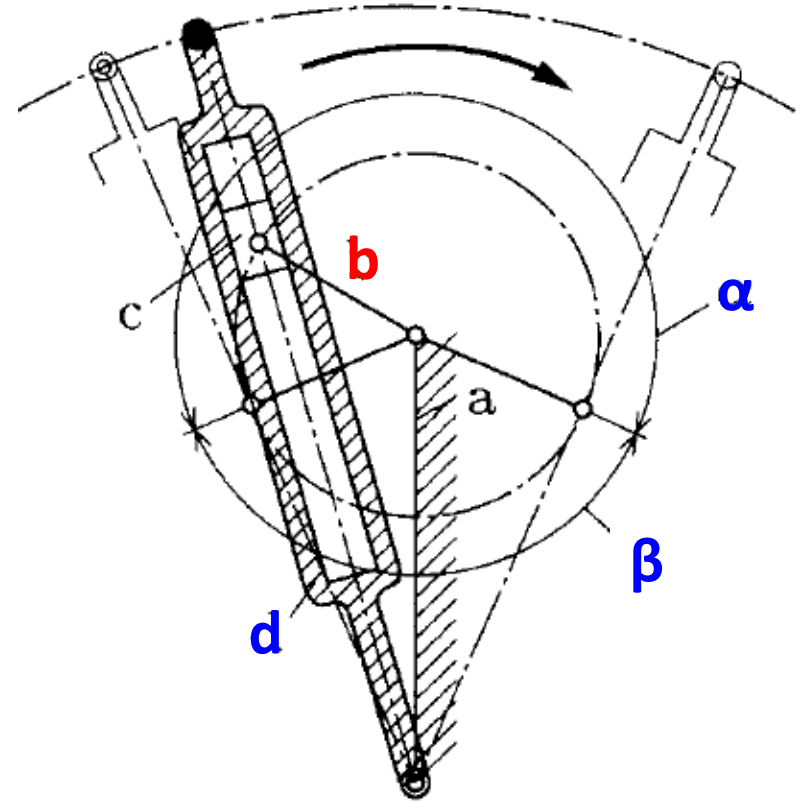

図11 揺動スライダクランク機構
- 図11は揺動スライダクランク機構(oscillating slider crank mechanism)であり、早戻り機構の一つである。